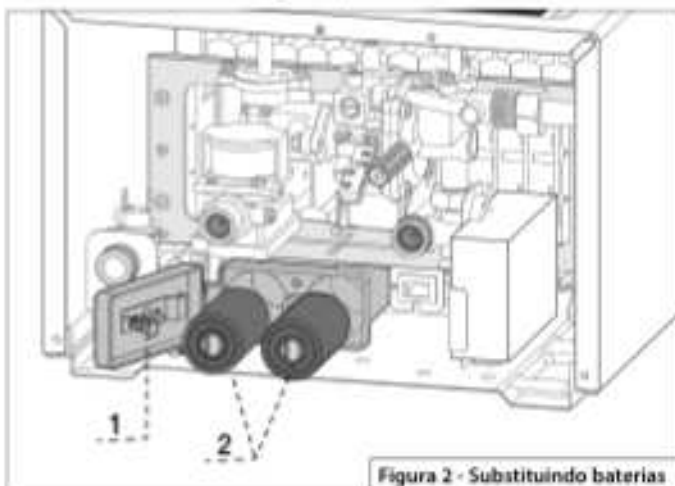

Figura 2 - Substituindo baterias
- Abra a caixa de baterias abrindo a tampa da caixa de baterias (ver Figura 2: No 1)
- Remova as pilhas (ver Figura 2: No 2)
- Insira as baterias com a polarização correta (ver Figura 2: No 2)
- Feche a tampa da caixa da bateria (ver Figura 2: No 1)